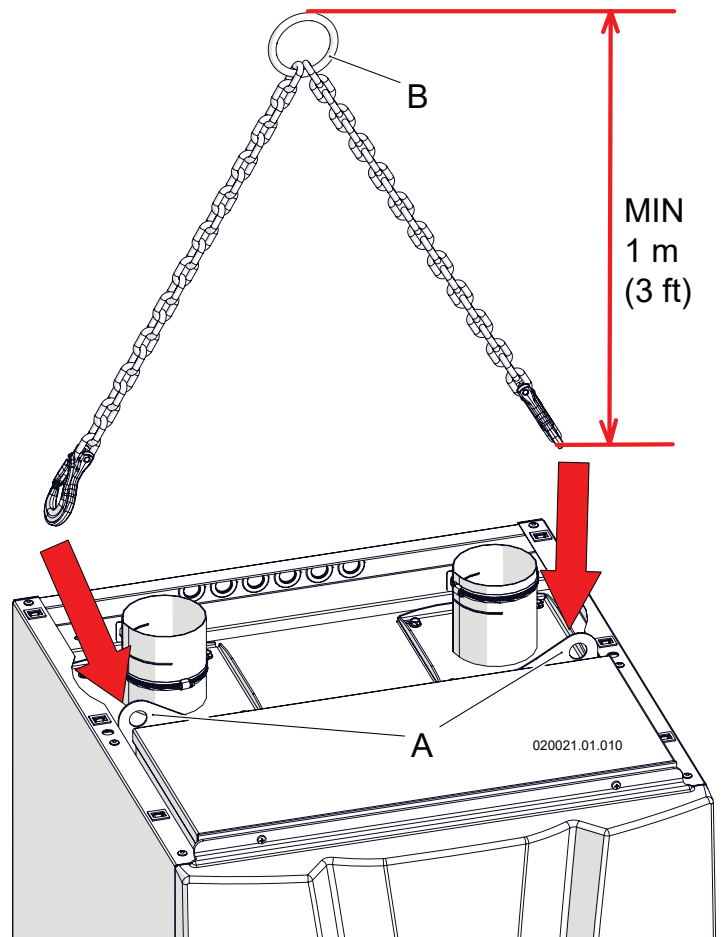

Figura 6-2 - Corretto sollevamento dell'apparecchio
Per praticità di installazione è presente una staffa (particolare "A" di Figura 6-2), che permette il sollevamento dell'apparecchio.
- 2.-smontare la copertura superiore (capitolo 13.3) per accedere alla staffa "A" (Figura 6-2);
- 5.-agganciare le funi di sollevamento "B" come da Figura 6-2, sollevare l'apparecchio dal bancale e posizionarlo nel luogo previsto;
- 7.-posizionato correttamente l'apparecchio, prima di applicare la copertura superiore, occorre rimuovere le funi di sollevamento (particolare "B" di Figura 6-2).